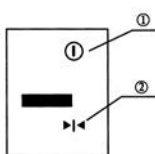

Figure 6
- Lorsque le détecteur affiche le symbole illustré à la figure 6, le détecteur est à niveau par rapport au faisceau laser rotatif.